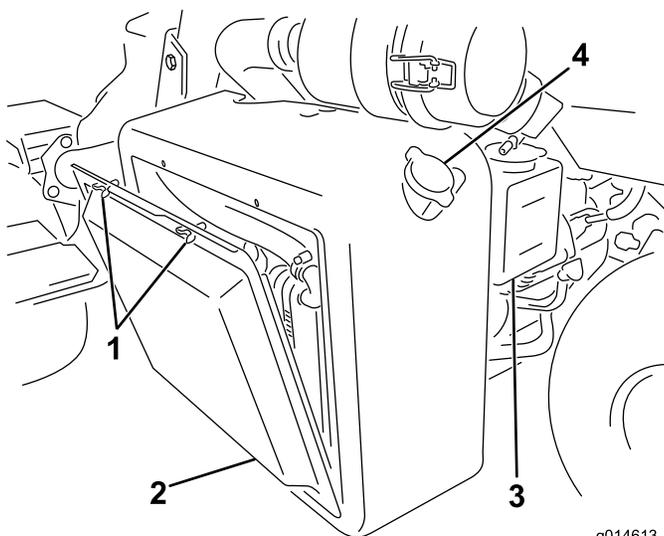

Рисунок 56
1. Снимите решетку радиатора (Рисунок 56).